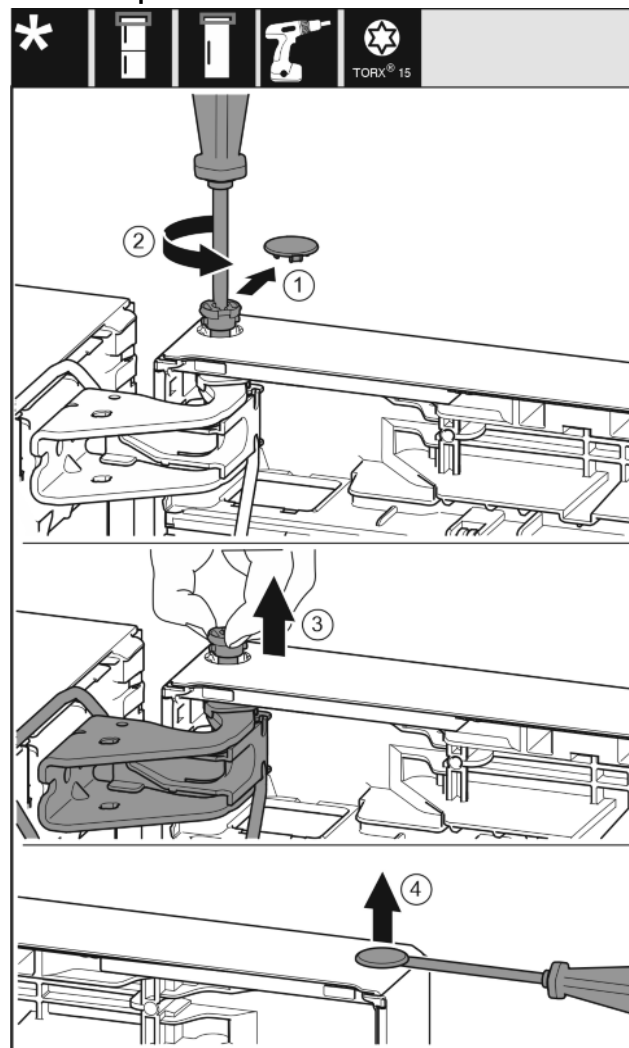

Fig. 18
- ▶ Desprindeți cu precauție apărătoarea siguranței. *Fig. 18 (1)*
- ▶ Extrageți puțin bolțul prin rotire cu șurubelnița T15. *Fig. 18 (2)*
- ▶ Țineți ferm ușa și extrageți bolțul cu degetele. *Fig. 18 (3)*
- ▶ Ridicați cu precauție dopul din cuzinetul ușii cu o șurubelniță plată și extrageți-l. *Fig. 18 (4)*